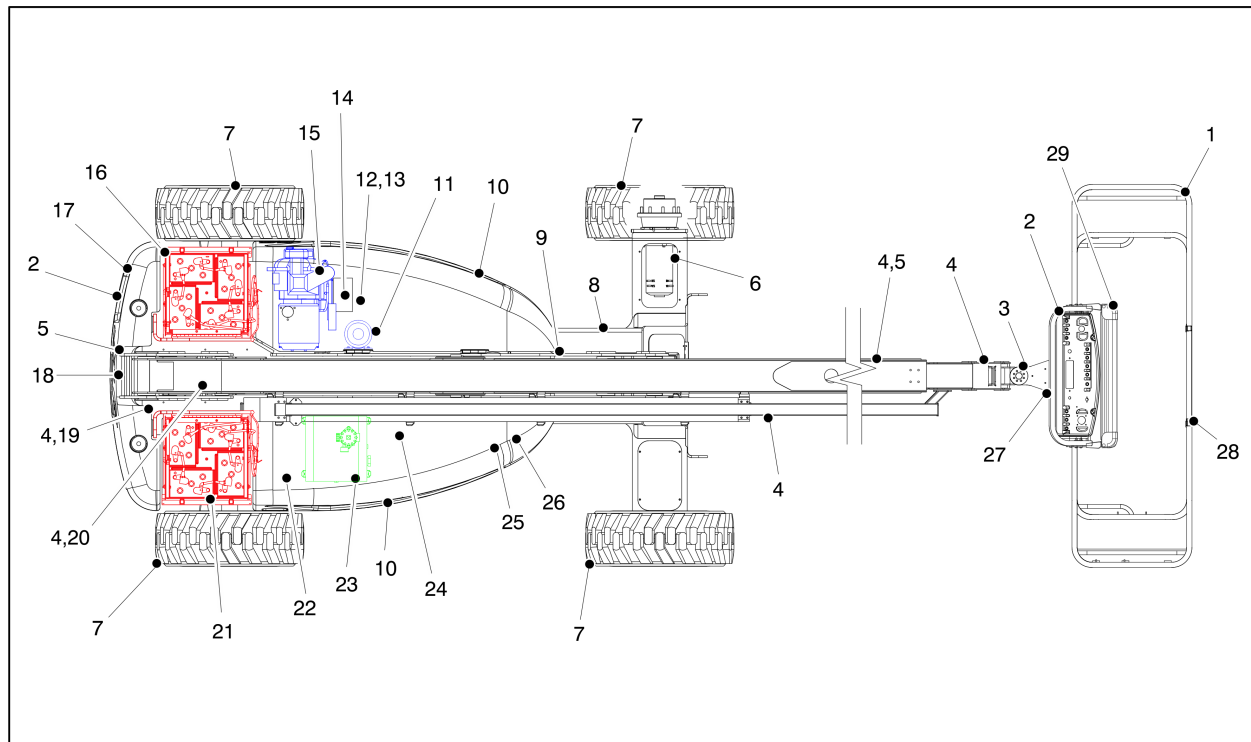
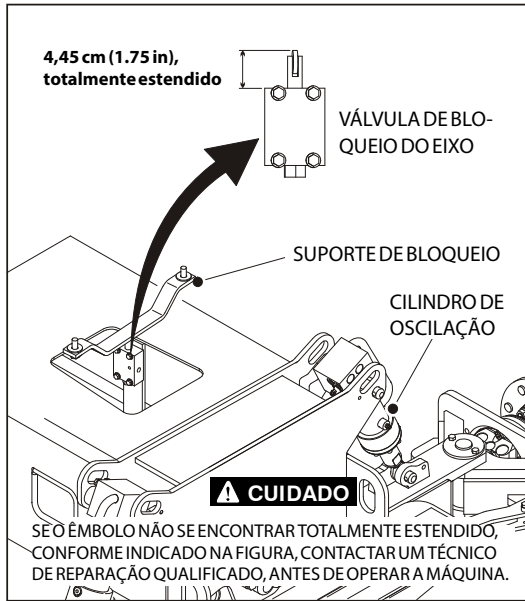

Figura 2-4. Inspeção exterior diária - Folha 1 de 4
Figura 2-7. Inspeção exterior diária - Folha 4 de 4
4. **Inspeção exterior** — Consultar a Figura 2-4., a Figura 2-5. e a Figura 2-7.